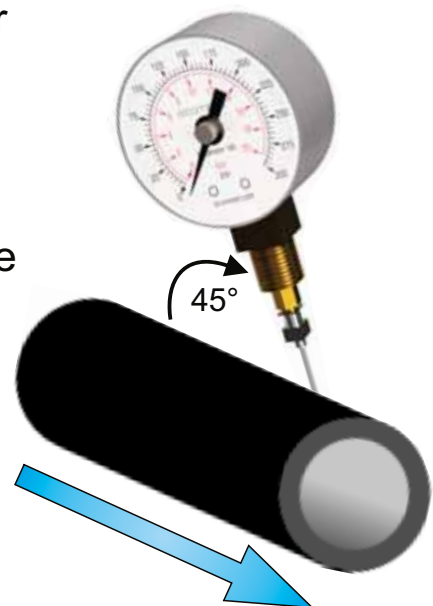

Figuur 2
- 1 Gebruik de onderzijde van de naaldbeschermkap om de naald los te maken en te verwijderen (zie Figuur 2).